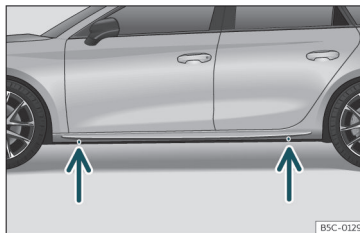

Fig. 42 Puntos de apoyo del gato.
- Busque en el larguero la marca del punto de apoyo del gato (zona hundida) más cercana a la rueda a cambiar >>> fig. 42.